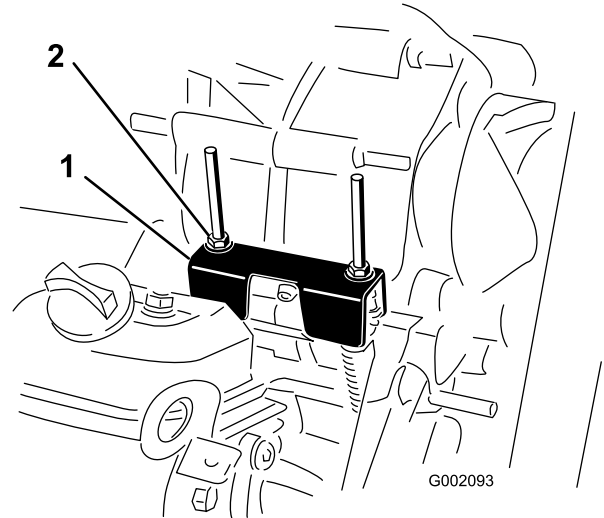

Рисунок 62
уровне кронштейна крепления троса, расположенного под кронштейном переключения передач), повернув ведомый диск сцепления (Рисунок 62).
- Поверните одну из контргайек (Рисунок 62), чтобы получить зазор от 0,762 до 1,52 мм между нижней частью гайки/шайбы и кронштейном нейтрالي.
При выполнении планового техобслуживания и/или диагностики двигателя ведущий мост необходимо переключить в положение НЕЙТРАЛЬ (Рисунок 62). У машины есть положение НЕЙТРАЛЬ на рычаге переключения передач, которое включает нейтральное положение в трансмиссии. Выполните следующие действия, чтобы убедиться в правильной работе рычага переключения трансмиссии в нейтральном положении: